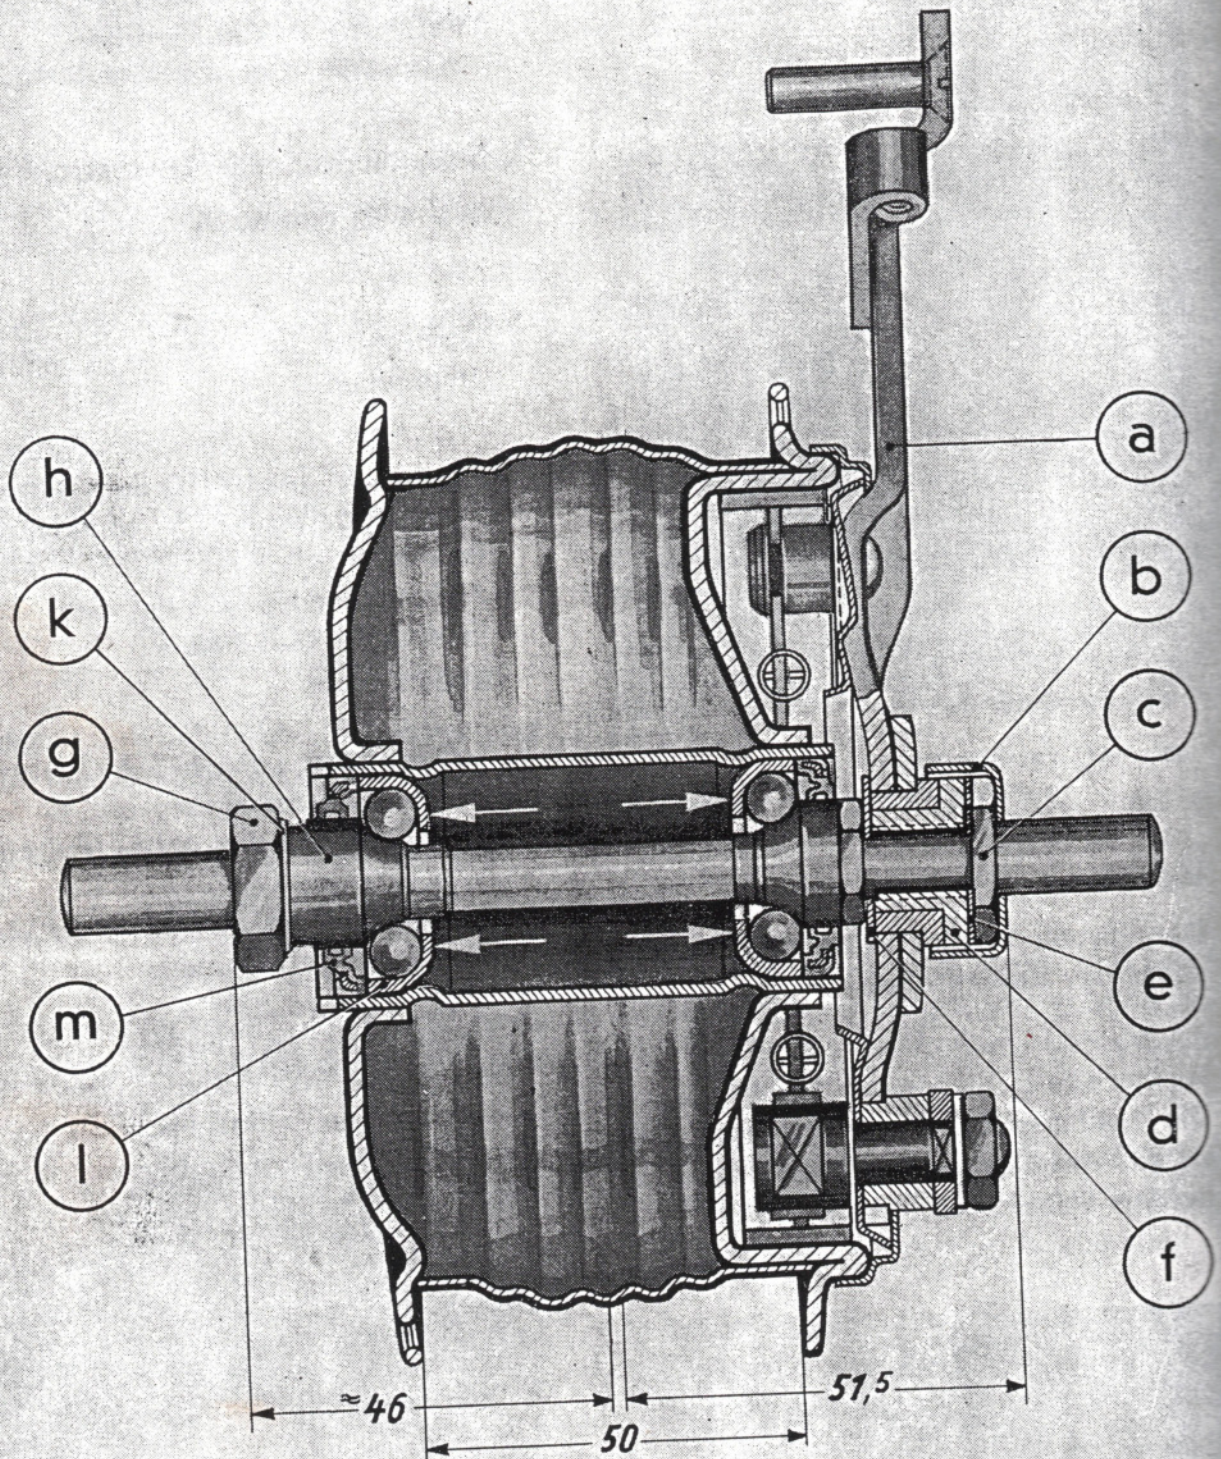

Abb. 106 Einbauteile der Vorderradnabe
2. Kappe „b“ (Abb. 106 Seite 88) von der Bremsträgerplatte „a“ abnehmen, Kontermutter „c“ (SW 19) lösen und dabei Aufnahmehülse „d“ mit Gabelschlüssel (SW 19) (Gabelstärke ca. 3,5 mm) gegenhalten.